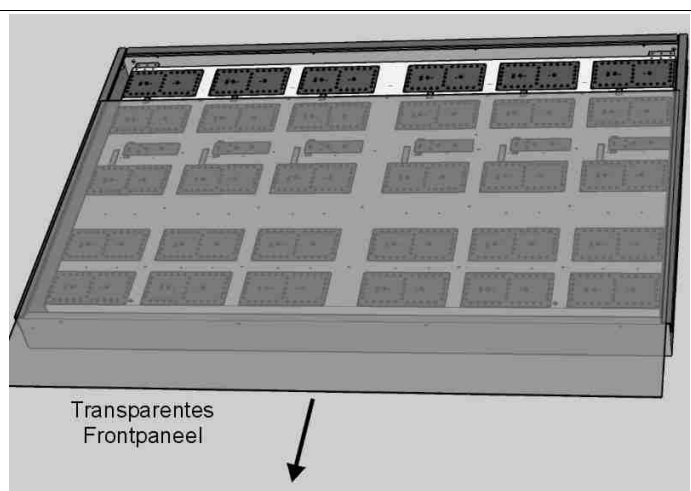

Abb. 13: Befestigungsschrauben des Frontpaneels
3. Das Frontpaneel abnehmen (Abb. 13).